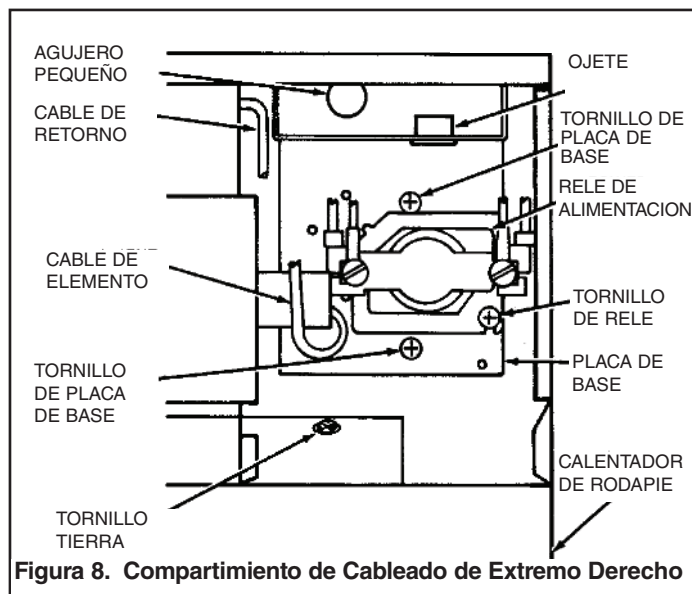

Figura 8. Compartimiento de Cableado de Extremo Derecho
3. Pegue la placa de base a la parte de atrás del compartimiento de cableado con los tornillos incluidos. (Vea Figura 8 y 9). Inserte la manga aislante en el agujero apropiado en la parte superior de la placa de base.
4. Instale el relé de alimentación en la placa de base y asegure firmemente con los tornillos incluidos. Vea Figura 8 ó 9 para la ubicación apropiada de la instalación en la placa de base.